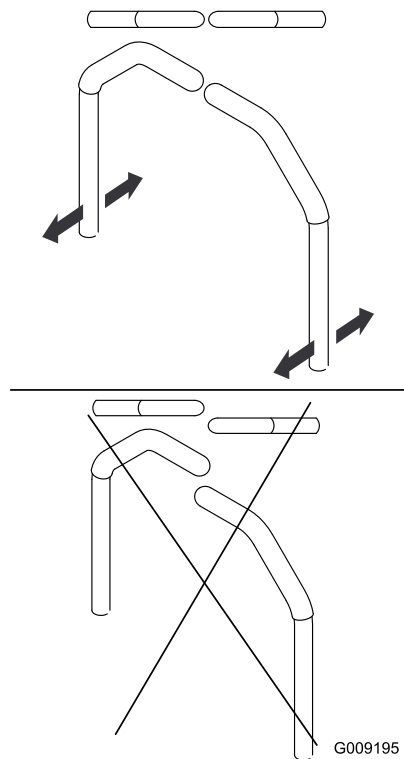

Figura 53
7. Alinee las palancas en el sentido adelante/atrás acercándolas a la posición de PUNTO MUERTO, y moviéndolas hasta que estén alineadas; luego apriete los pernos (Figura 53).